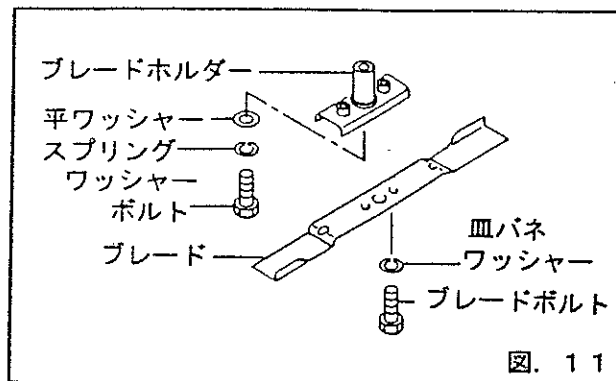

図. 11
- (3) ブレードを回らないように固定してブレードボルトを緩め、(ブレードボルトは右ネジですので、左方向に回すと緩みます) ブレードを取外します。
- (4) ブレードの取付けの際には、各 부품の組込み忘れないように、緩まないように確実に締付けて下さい。(図. 11)
- (5) ブレードの取付け後は、ブレードを手で回してフレームに接触しない事を確かめ、再度ブレードボルトの締付けを確認して下さい。